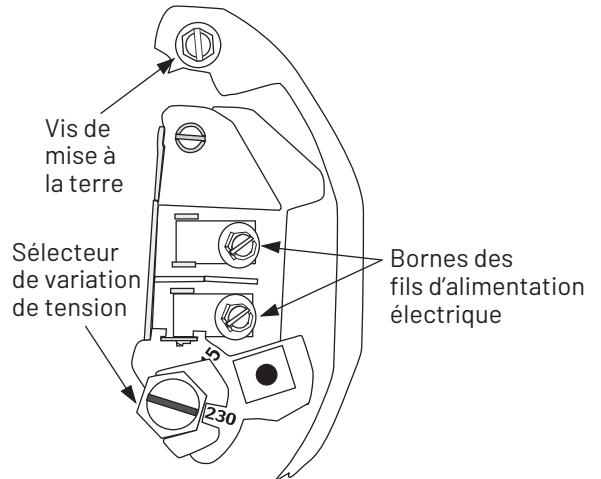

FIGURE 6 – TENSION RÉGLÉE À 230 VOLTS, TYPE DE FICHE
Pour passer à 115 volts (voir Figure 6) :
1. Raccorder d'abord le fil de mise à la terre. Connectez d'abord le fil de mise à la terre, puis la borne verte de mise à la terre située sous le capot du moteur (voir les figures 6 et 7), identifiée comme GRD. Procéder à la mise à la terre sur cette borne. Ne pas brancher le moteur à l'alimentation électrique tant que l'appareil n'est pas mis à la terre de façon permanente; sinon, un risque de décharge électrique grave ou mortel peut être causé.